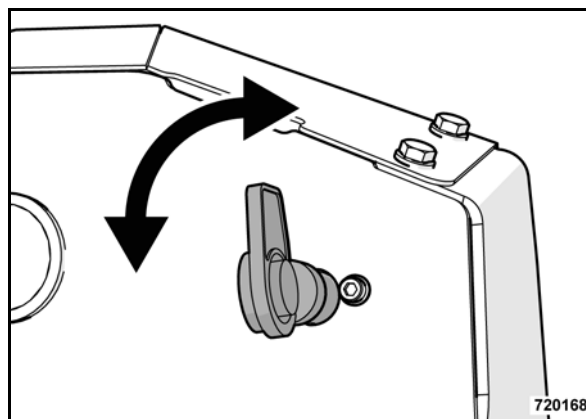

Рис. 54
- Выключить выключатель аккумуляторной батареи (Рис. 54) (положение "Горизонтально") и вынуть его.